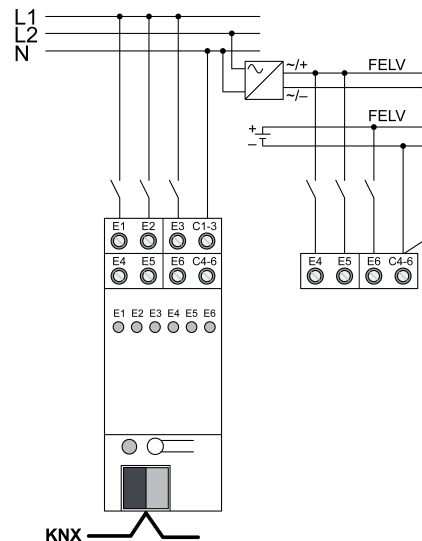

Bild 4: Gemeinsamer Anschluss von Netz- und Kleinspannungs-Stromkreisen
- i** Bei gleichzeitigem Anschluss von netzversorgten Stromkreisen gelten für angeschlossene Kleinspannungs-Stromkreise die Installationsregeln nach FELV – unabhängig von der Sicherheit der Stromquelle (Bild 4).